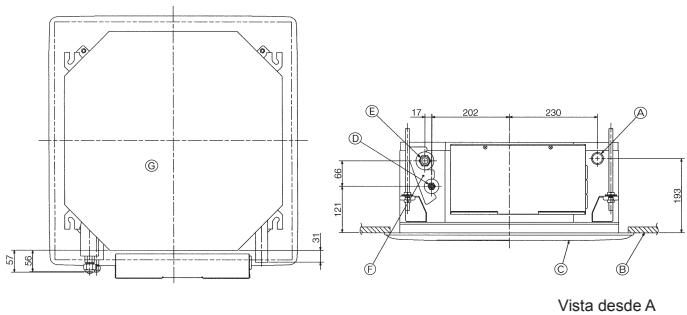
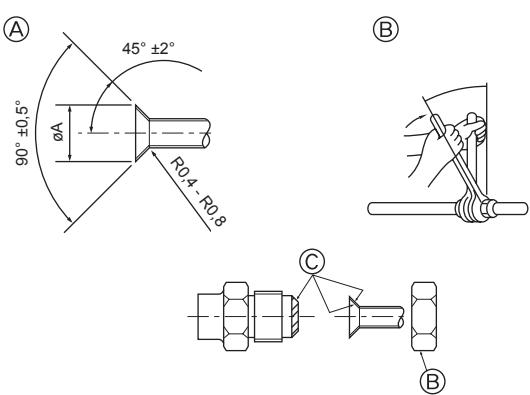

Fig. 3-1
Fig. 3-2
3.1. Ubicaciones de los tubos de refrigerante y drenaje de la unidad interior (Fig. 3-1)
- (A) Tubo de drenaje
- (B) Techo
- (C) Rejilla
- (D) Tubo de refrigerante (líquido)
- (E) Tubo de refrigerante (gas)
- (F) Alimentación de agua
- (G) Unidad principal
3.2. Tubos de conexión (Fig. 3-2)